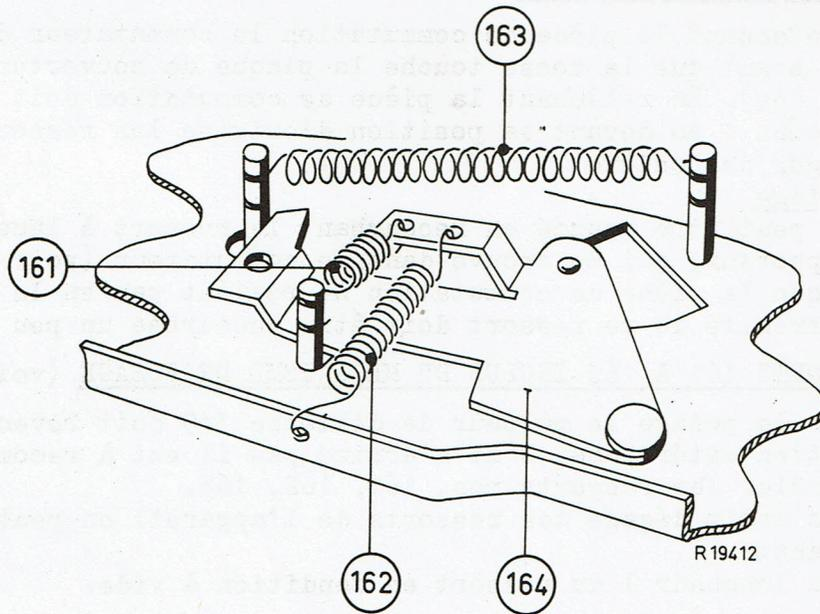

Fig.19
N. RESSORTS 161 à 163 INCLUS DU MECANISME DE POSAGE (voir la fig. 19)